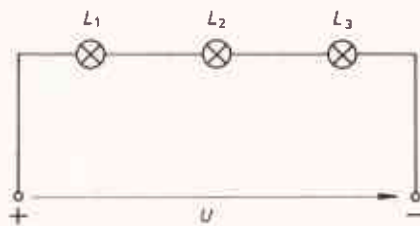

Abb. 2.20 – Lampenschaltung
16. Von nachstehender Lampenschaltung (Abb. 2.20) betragen: